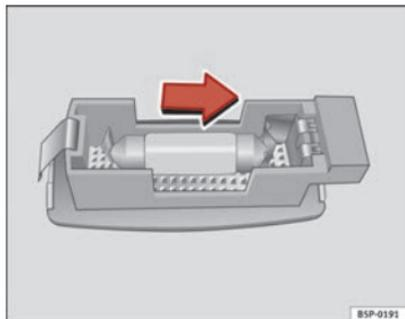

Fig. 213 Desmontagem da luz da pala de sol
- Retire a luz com cuidado, utilizando a parte plana de uma chave de fendas, tal como indica a figura ⇒ Fig. 213.
- Retirar a lâmpada, movendo-a no sentido da seta e para fora ⇒ Fig. 213.